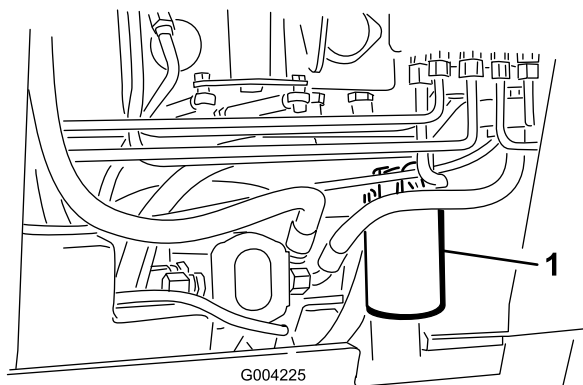

Figura 56
4. Collocate una bacinella di spurgo sotto il filtro (Figura 56).
5. Togliete il filtro usato (Figura 56) e pulite la superficie della guarnizione dell'adattatore del filtro.
7. Montate il filtro idraulico di ricambio sull'adattatore del filtro (Figura 56). Girate il filtro in senso orario finché la guarnizione di gomma non tocca l'adattatore, quindi serrate il filtro di un altro 3/4 di giro.